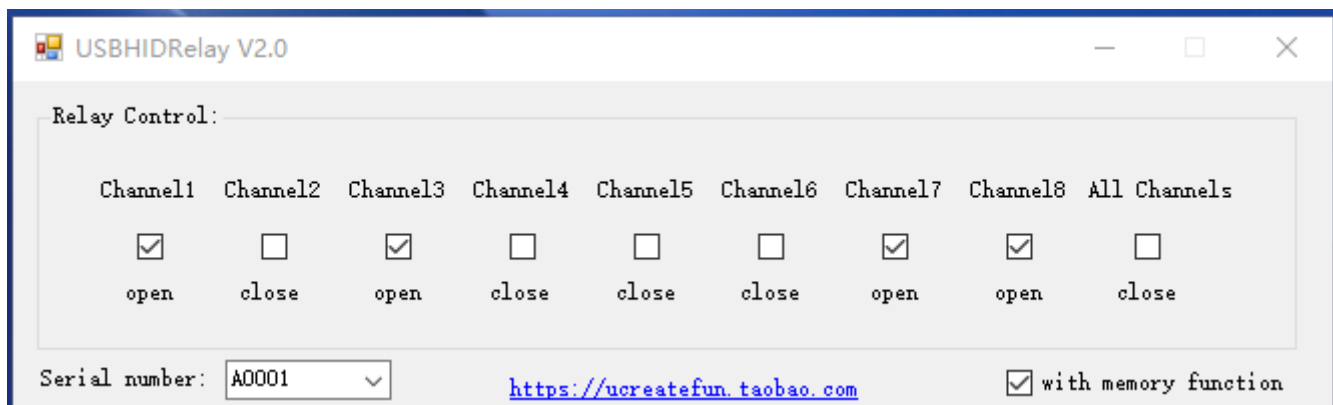

图 5 工作界面
(3) 如图 5，点击通道选择框，即可看到继电器的通断工作状态，继电器指示灯会亮灭，同时可听到继电器吸合的声音。如需要带有记忆功能，可选择 with memory function。